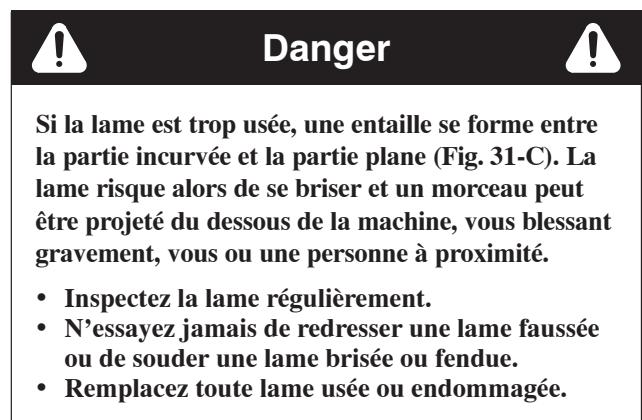

Figure 32
3. Examinez les tranchants de toutes les lames et aiguisez-les s'ils sont émoussés ou ébréchés. N'aiguisez que le haut du tranchant et conservez l'angle de coupe d'origine pour obtenir une coupe nette (Fig. 32). Limez la même quantité de métal sur chacun des deux tranchants pour ne pas déséquilibrer la lame.